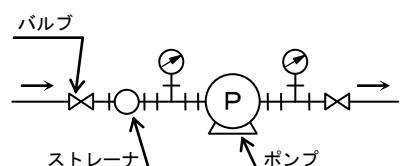

図 6
- (b) 吸込配管は図 6 のように異物などを吸い込まれないようストレーナを取り付けてください。